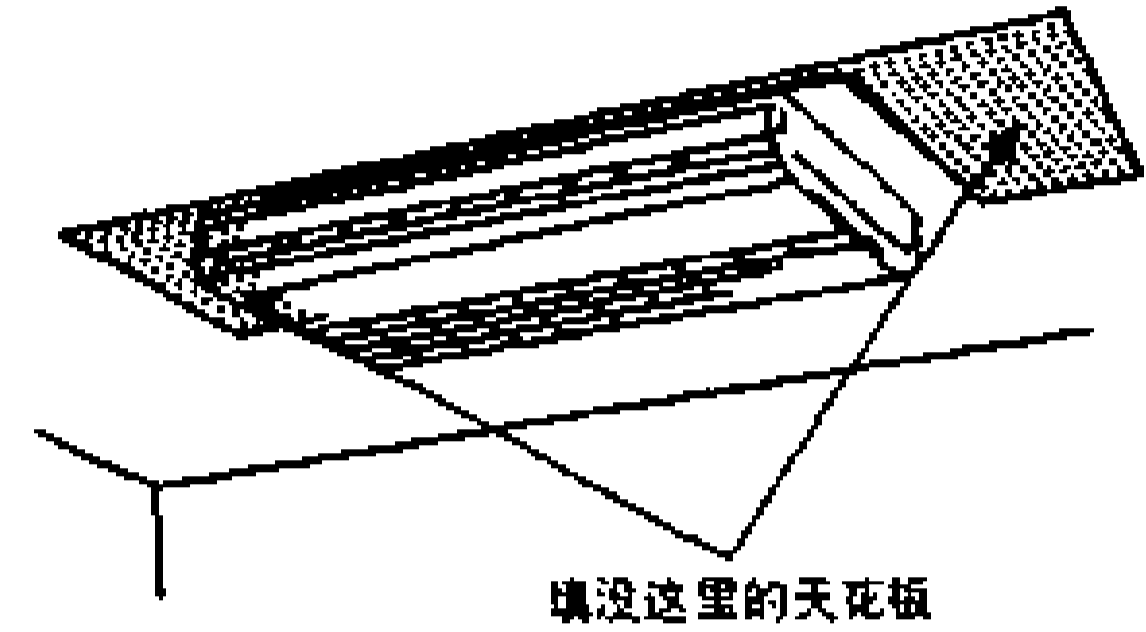

图 6-2-13
- 5) 装上侧板，填没机器四周的天花板部分，安装工作完成。如图 6-2-13 所示。